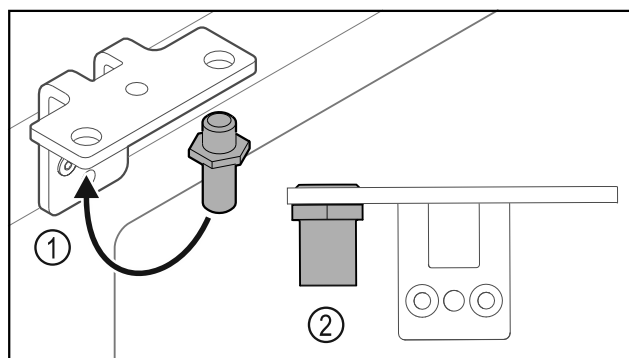

Fig. 31
- Sworznie Fig. 31 (1) przełożyć do zawiasu.
- Sworznie Fig. 31 (2) dokręcić z **momentem obrotowym 12 Nm**.